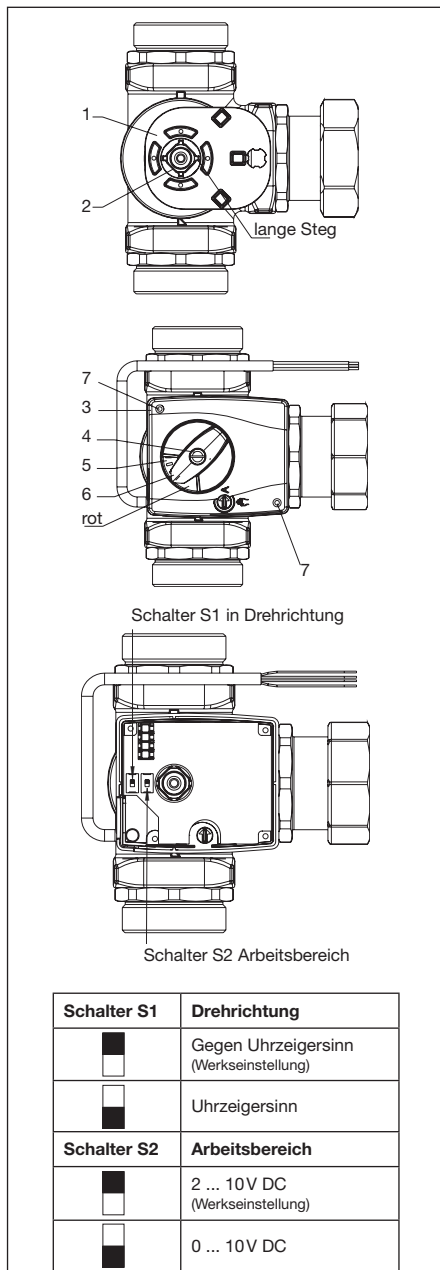

Abb. 5.2 Montage 3-Wege-Mischhahn DN40 / DN50
- Verdrehsicherung (1) gemäß Abb. 5.2 auf den Mischer legen.
- Adapter (2) bis zum Anschlag auf das Mischerkücken stecken. Abflachung beachten!
- Mischerantrieb (3) auf das Mischerkücken mit Adapter und Verdrehsicherung setzen.
- Drehrichtungsanzeige (5) mit Pfeilmarke im roten Bereich (Linksanschlag) auf die Mischerantriebswelle stecken.
- Schraube (4) mit Fächerscheibe einstecken und mit einem Drehmoment von 5 Nm anziehen.
- Schrauben (4, 7) gemäß Abb. 5.2 lösen und Gehäusedeckel öffnen